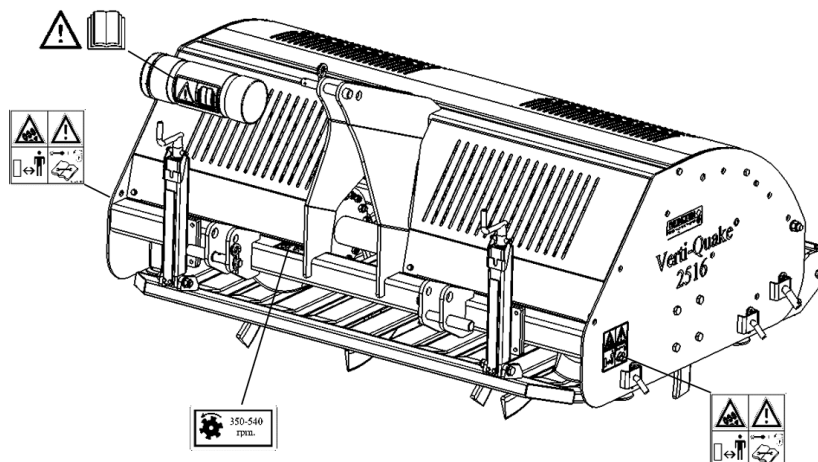

Abb. 6
Auf beiden Seiten des Verti-Quake® ist an der Seitenrampe ein Sicherheitsaufkleber (Abb. 6) mit gleichlautender Bedeutung vorhanden. Diese Sicherheitsaufkleber müssen immer gut sichtbar und lesbar sein und im Falle einer Beschädigung ersetzt werden.
- (7) Position der Sicherheitsaufkleber. (Abb. 6)